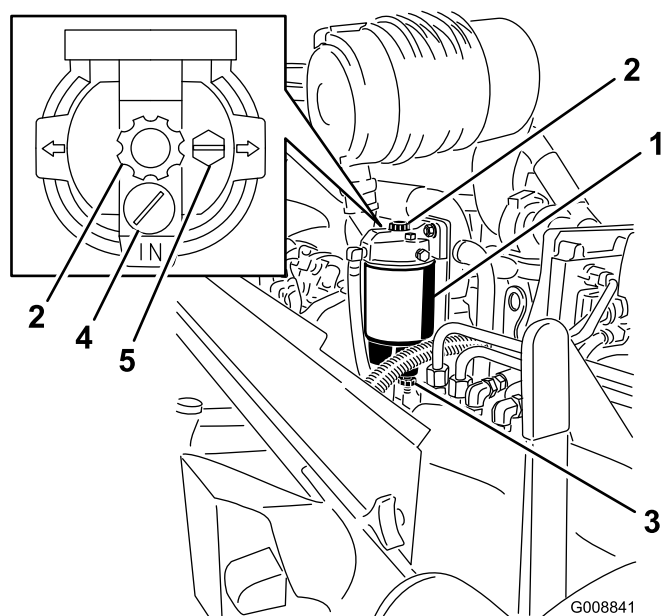

Рисунок 64
1. Подставьте под водоотделитель чистую емкость (Рисунок 64).
2. Откройте сливную пробку и включите насос для слива загрязнений (Рисунок 64).
2. Ослабив газовыпускную пробку и открыв сливную пробку, слейте некоторое количество топлива (Рисунок 64).